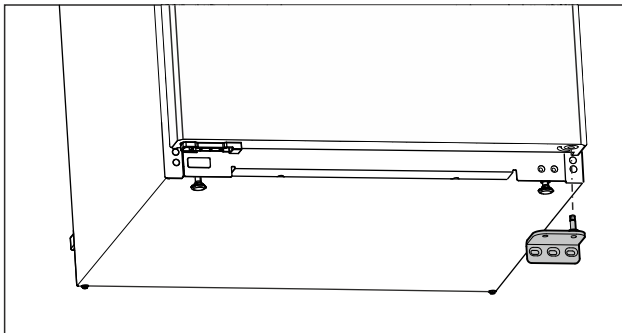

Fig. 8
- ▶ Rimuovere il blocco di supporto verso il basso. (vedere Fig. 8)